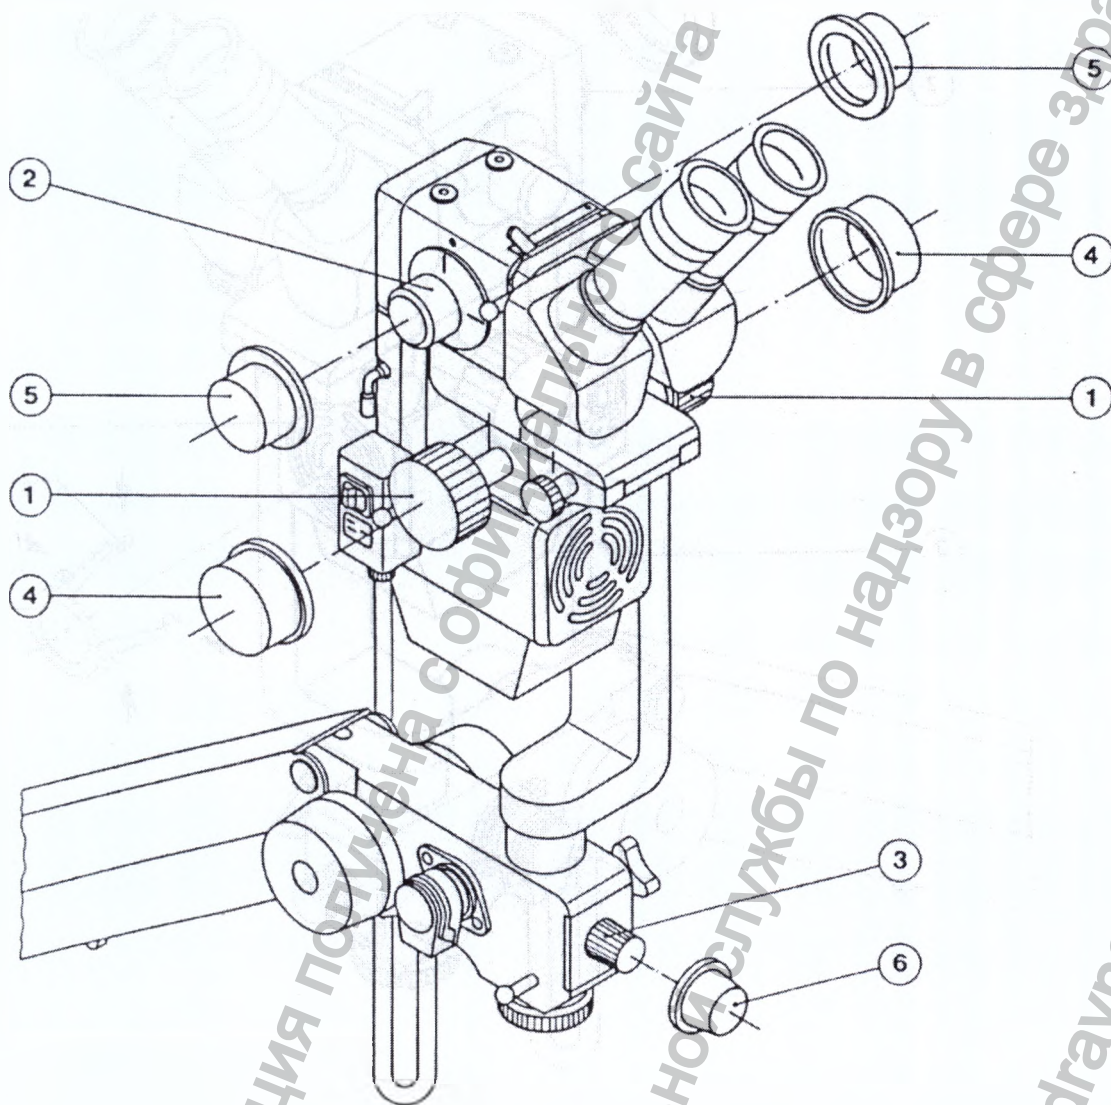

Рис. 18
21.0 Дезинфекция и стерилизация (Рис. 18)